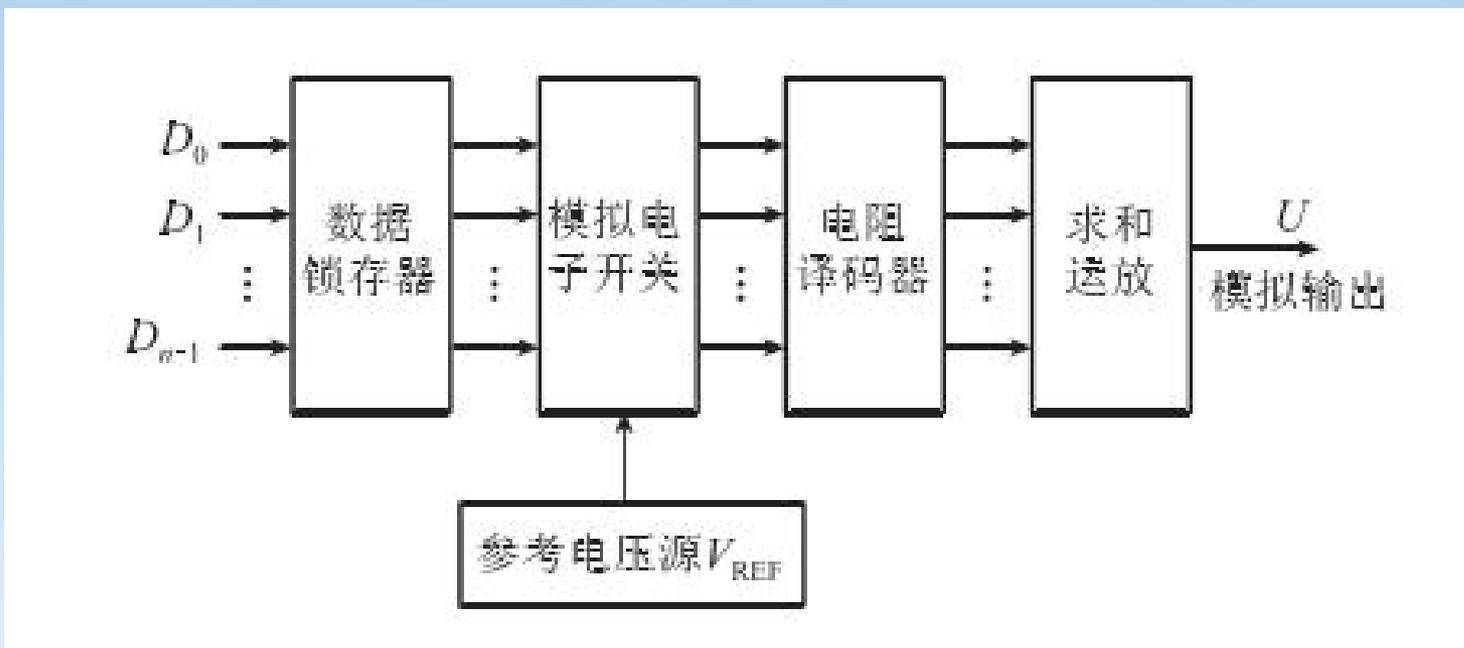

图9-1-2倒T型电阻网络D/A转换器
- 如图9-1-2所示为一个4位倒T型电阻网络D/A转换器(按同样结构可将它扩展到任意位)，它由数据锁存器(图中未画)、模拟电子开关($S_0 \sim S_3$)， $R \sim 2R$ 倒T型电阻网络、运算放大器(A)及基准电压 U_{REF} 组成。